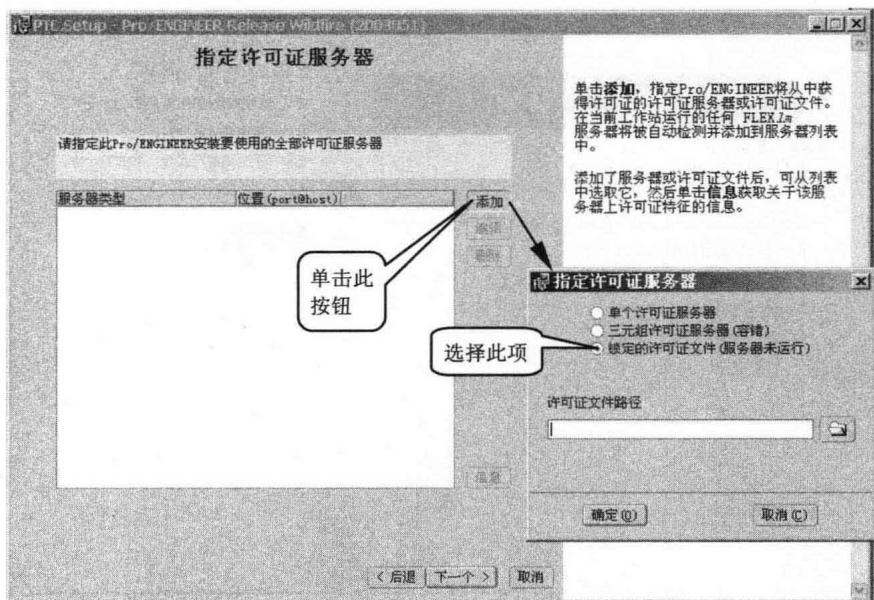

图 1-7 指定许可证服务器
►步骤 6: 这一步骤相当重要, 是指定许可证服务器, 对于单机使用者, 单击“添加”按钮, 出现如图 1-7 所示的对话框, 选择第三项“锁定的许可证文件(服务器未运行)”, 并且指定许可证所在路径, 即从安装光盘上复制的 license.dat 文件所放的路径。